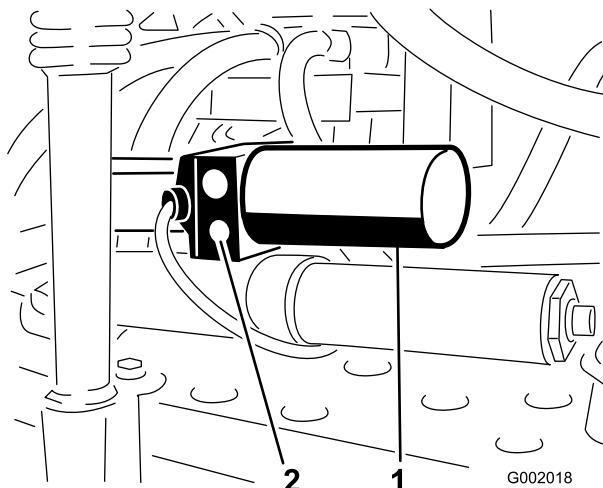

Figura 72
- Localice la válvula de alivio manual en el actuador de cada brazo. La válvula de alivio manual es la válvula más pequeña, y se encuentra solamente en un lado del cuerpo del actuador (Figura 72).